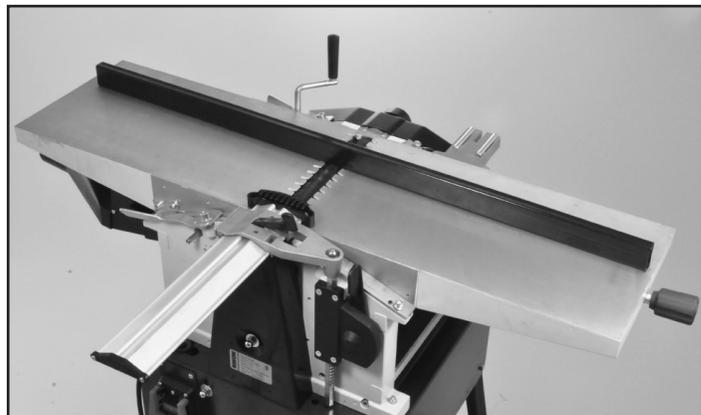

FIG. 17
3. Avec un long bord droit en métal, placez-le dans le sens de la longueur le long de la table de sortie afin qu'il se prolonge sur la table d'entrée. Le bord droit doit être de niveau sur les DEUX tables. FIG. 17. Ils doivent être placés à la même hauteur et parfaitement de niveau les uns par rapport aux autres.